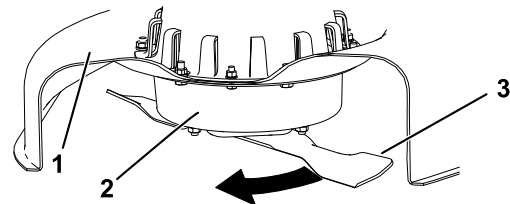

Bild 29
2. Tragen Sie dicke Handschuhe oder andere angemessene Handschuhe und drehen Sie das Messer langsam in eine Stellung, in der das Messen des Abstands zwischen der Schnittkante und der ebenen Fläche der Maschine möglich ist (Bild 29).